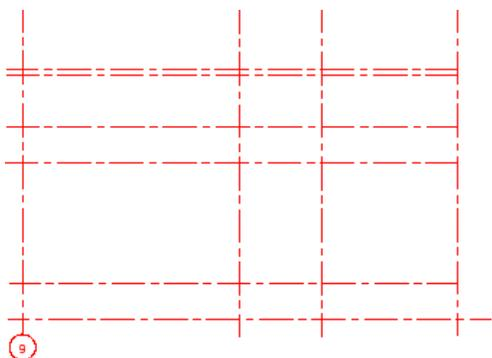

图 17.12.7 插入轴号块 1
中选中 统一比例  复选框，并在 Σ : 文本框中输入数值 1.0；在 旋转 选项组的 角度 (A): 文本框中，输入插入块的旋转角度值 0；单击对话框中的  按钮，将轴号块放置在图 17.12.7 所示的位置，输入轴号 9，然后单击  按钮。